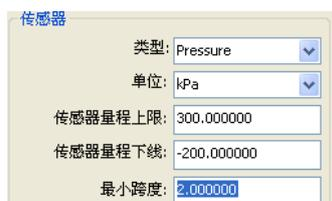

图 5.61 最下跨度选择
1. 选择“详细设计”->“传感器”->“最下跨度”对应的下拉框中，如图 5.61 所示：